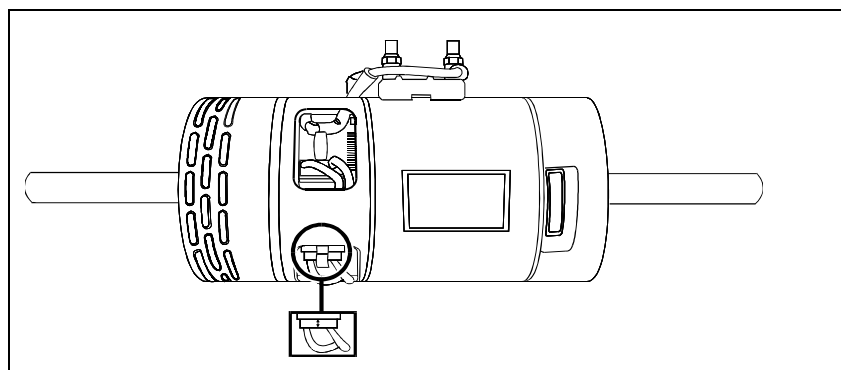

FIGURE 2: EMPLACEMENT DES BALAIS SUR LE MOTEUR ÉVAPORATEUR 22110
7. Enlever les quatre balais du moteur (Fig. 2).
21. Vérifier si les balais sont à la même hauteur que le porte-balais. Si tel est le cas, il est temps de les changer (Prevost #561202, Fig. 2).